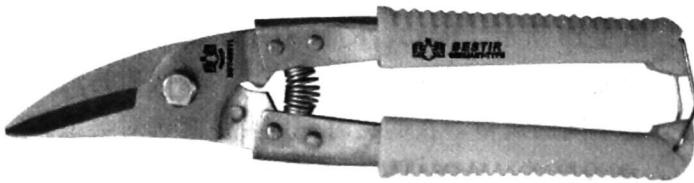

图 1-18 线槽剪
③ 线槽剪。线槽剪是 PVC 线槽或平面塑胶条切断专用剪，剪出的端口整齐美观。宽度在 65mm 以下线槽都可以使用。线槽剪如图 1-18 所示。